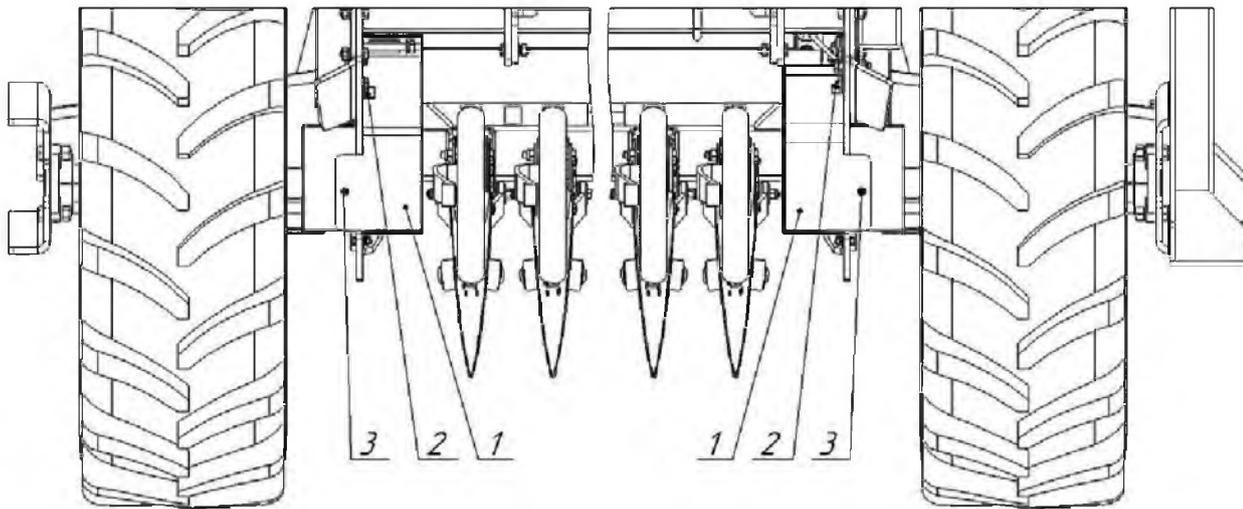

Рисунок 29.
- 1) Снять крышку (1) (рис. 29) защиты. Для этого необходимо выкрутить болт 2 (M8x30) и гайку 3 (M8).